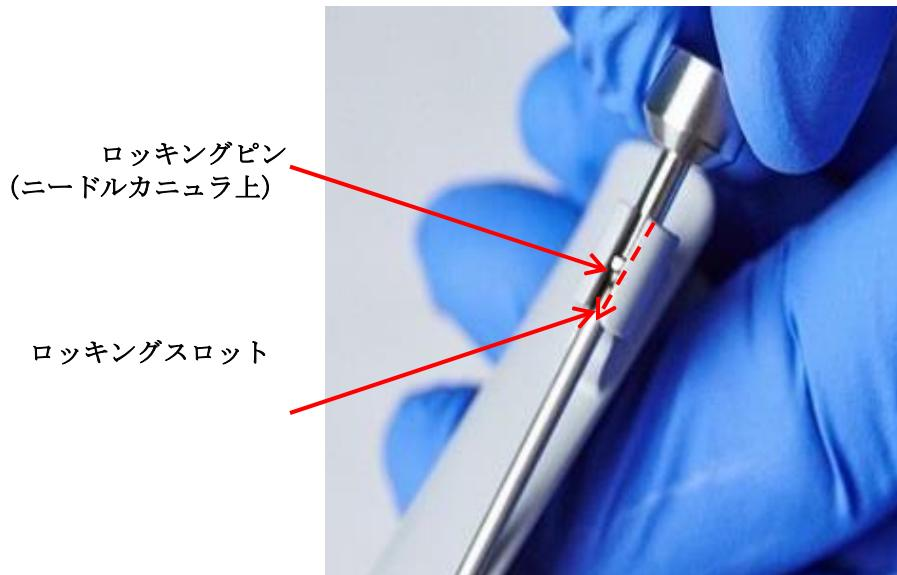

図7：ニードルカニュラをロックする
- ロッキングピンをプラスチック製エンクロージャ上のロッキングスロットと整列させ、ロッキングスロットに沿ってスライドさせる（図7を参照）。